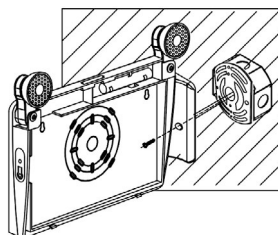

Fig. 5
- Fixer le pavillon à la plaque de montage de la boîte de jonction (Fig. 5).